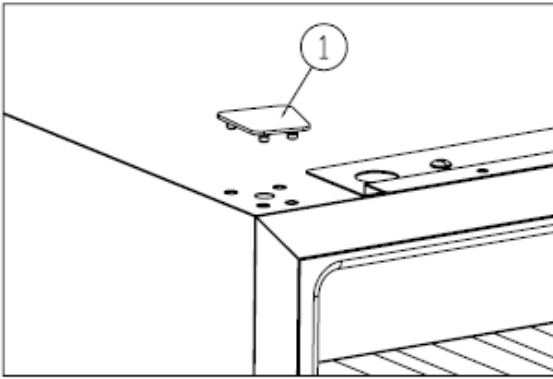

Figure 3
Entfernen Sie die Abdeckung (1). [Figure 3]